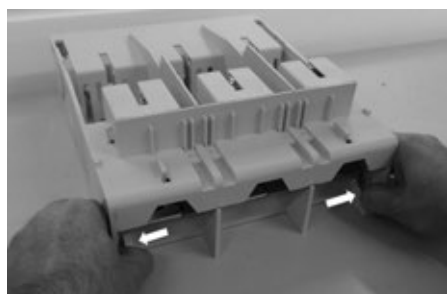
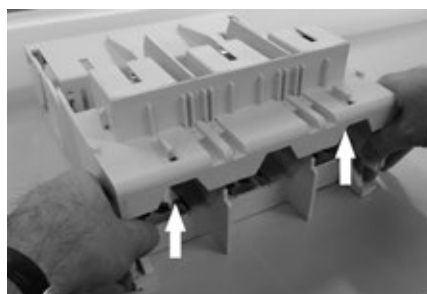

Figura 7
Figura 8
- Flexione ambas trabas de la protección (Figura 7) y al mismo tiempo remueva la protección de terminales seleccionada de la base (Figura 8).